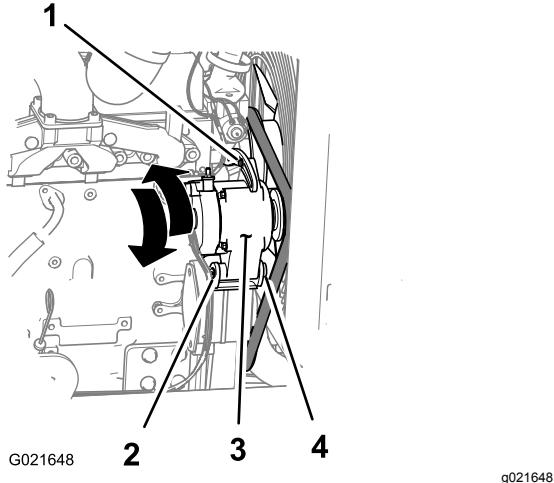

Рисунок 118
3. Ослабьте гайку и болт в шарнирном креплении генератора (Рисунок 118).
4. Ослабьте затяжку регулировочного болта на генераторе (Рисунок 118).
5. Отведите генератор в сторону от двигателя, чтобы увеличить натяжение ремня; подведите генератор ближе к двигателю, чтобы снизить натяжение ремня (Рисунок 118).
6. Затяните регулировочный болт генератора (Рисунок 118).
8. Если натяжение ремня правильное, затяните гайку и болт в шарнирном креплении генератора (Рисунок 118); в противном случае повторите действия, указанные в пунктах 4 – 7.